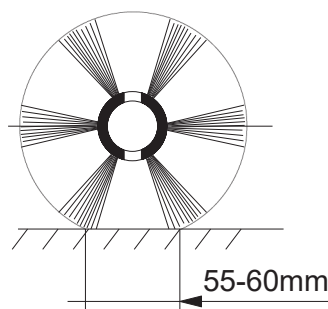

FIG. 5
- JUSTER BØRSTETRYKKET, SÅ RENGØRINGSSPORET IKKE OVERSTIGER 55-60 MM (fig. 5).